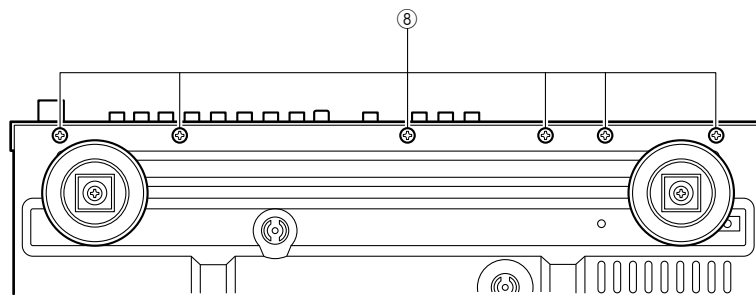

Fig. 4
- f. Remove 6 screws (8). (Fig. 4)